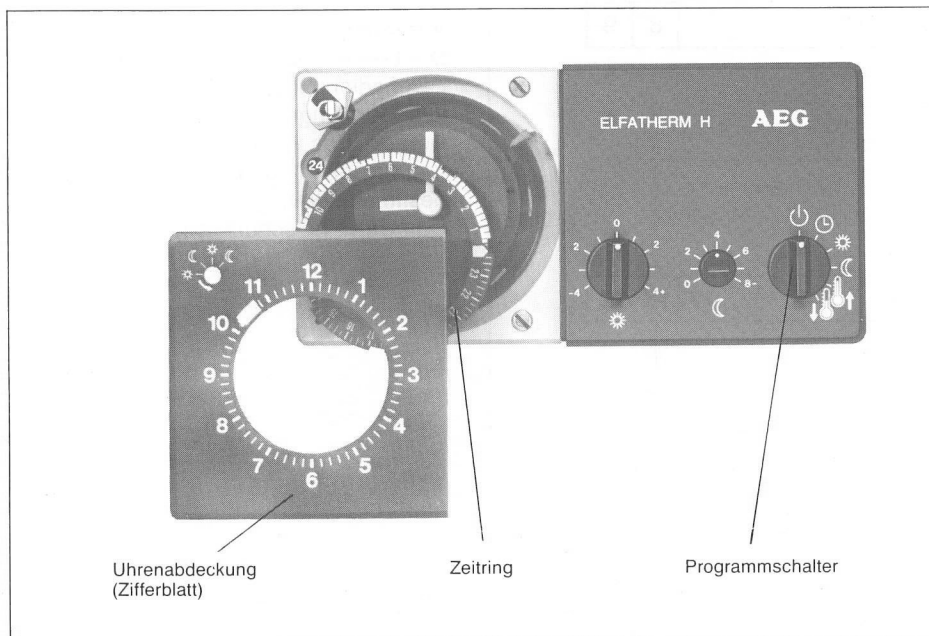

Bild 11 Zentralgerät H/HP, Uhrenabdeckung entfernt
Uhrenabdeckung (Bild 11) abziehen.
a) Uhrenabdeckung abnehmen (Bild 11)